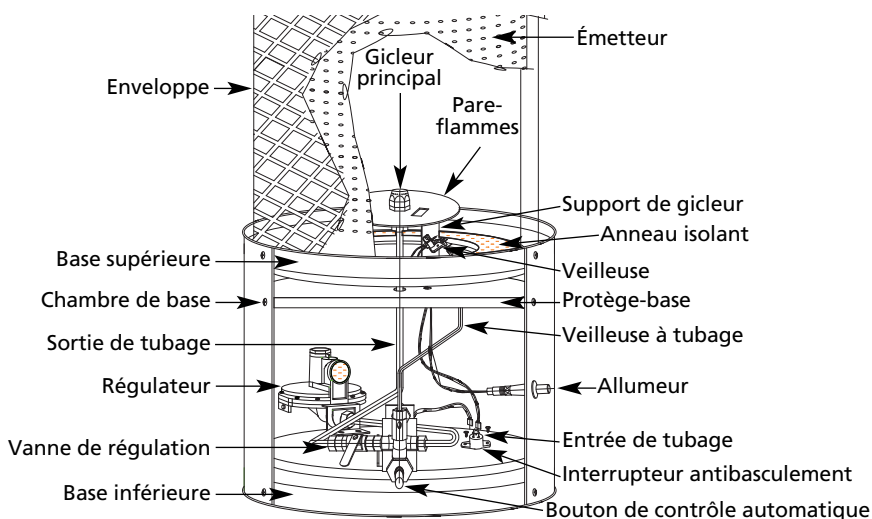

Figure 4 – Identification des pièces du modèle RA250NGDGD
- Appuyer sur le bouton de contrôle automatique (voir la Figure 4) et le maintenir enfoncé. Appuyer sur le bouton de l'allumeur (voir la Figure 4). Il se peut qu'il faille appuyer plusieurs fois sur le bouton de l'allumeur avant que la veilleuse s'allume.